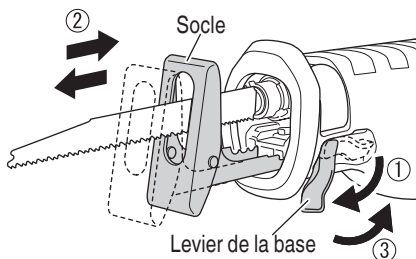

Fig. 8
- (1) Couper l'interrupteur et débrancher la fiche de la prise.
- (2) Pivoter le levier de la base dans le sens des aiguilles d'une montre et faire glisser la base sur la position désirée. La base peut être ajustée sur cinq positions.
- (3) Pivoter le levier de la base dans le sens inverse des aiguilles d'une montre pour fixer la base en place. (Fig. 8)